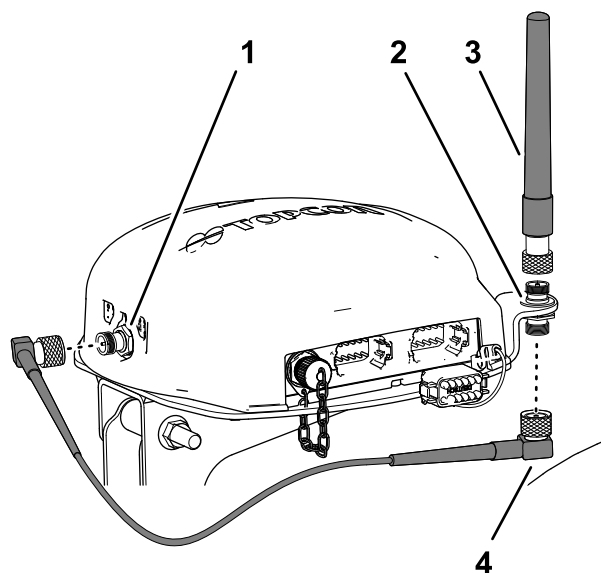

Figure 158
3. Assemblez l'antenne RTK sur le raccord supérieur du coupleur coaxial, et serrez l'écrou moleté de l'antenne à la main (Figure 158).
4. Serrez légèrement le câble d'antenne sur le raccord inférieur du coupleur coaxial (Figure 158).
5. Acheminez le câble derrière le récepteur de navigation jusqu'au connecteur coaxial du modem cellulaire CDMA ou GSM (Figure 158).
6. Branchez le câble d'antenne au connecteur coaxial du modem cellulaire CDMA ou GSM (Figure 158)